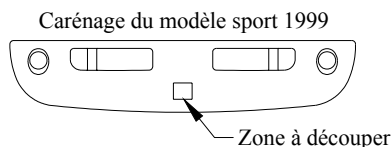

Figure 1
①	Qté (2)	Boulon hexagonal, M12 x 1.75 x 45 CL10.9	④	Qté (2)	Écrou, M12 x 1.75
②	Qté (4)	Rondelle conique, 1/2 po	⑤	Qté (4)	Boulon hexagonal, M10 x 1.5 x 35 CL10.9
③	Qté (2)	Espaceur, 2 x 1-1/2 x 1/4 po	⑥	Qté (4)	Rondelle conique, 3/8 po
* **REMARQUE :** Les modèles sport 1999 nécessitent un découpage important du carénage. Voir la figure 1.